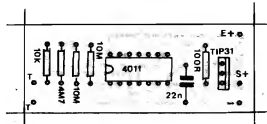

FIG. 4-P
- FIG. 4-P - “CHAPEADO” DA MONTAGEM - Agora, passamos à montagem propriamente, usando como gabarito o costumeiro “chapeado”, ou seja: uma vista real da placa, pela sua face não cobreada, com todas as principais peças devidamente posicionadas, identificadas pelos seus códigos, valores e outros detalhes “visuais” importantes... Observem mais cuidadosamente o posicionamento